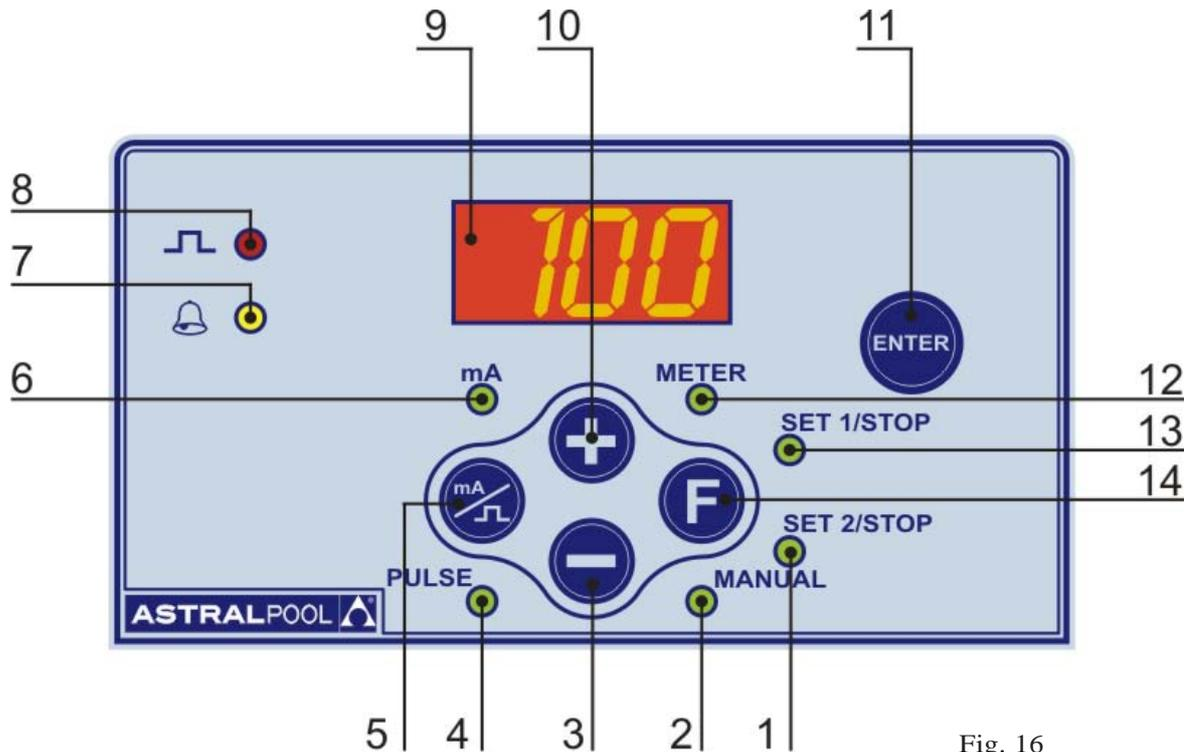

Fig. 16
8.1 - PUMP CONTROLS (Fig. 16)
8.6 - PARAMETERS SETTING MODE (Fig. 16)